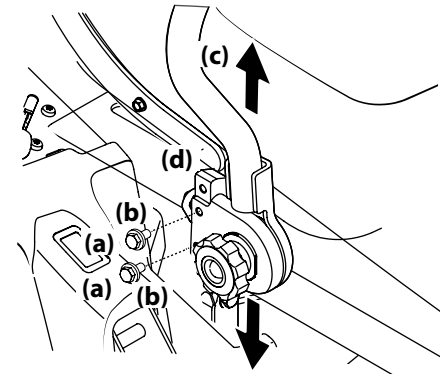

Figura 4-4
1. Retire los tornillos hexagonales (a) y las arandelas planas (b) asegurando la palanca de control de la transmisión (c) en el conjunto del brazo inferior (d). Consulte la Figura 4-4.